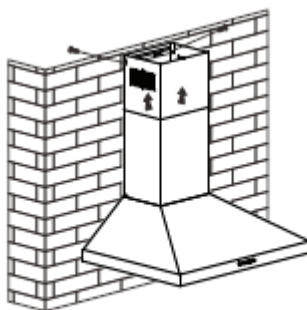

Imagen 7
6. Ajuste la altura de la chimenea interior en el soporte de la chimenea interior y fíjela con 2 tornillos ST4*8 mm. Consulte la imagen 7.